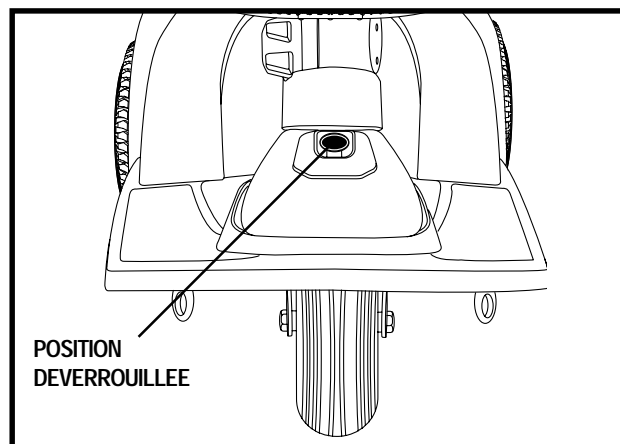

Figure 21A. Guidon (déverrouillé)
9. Débloquez la roue avant. Tournez le bouton de blocage 90° dans le sens opposé aux aiguilles d'une montre. Voir la figure 21A.